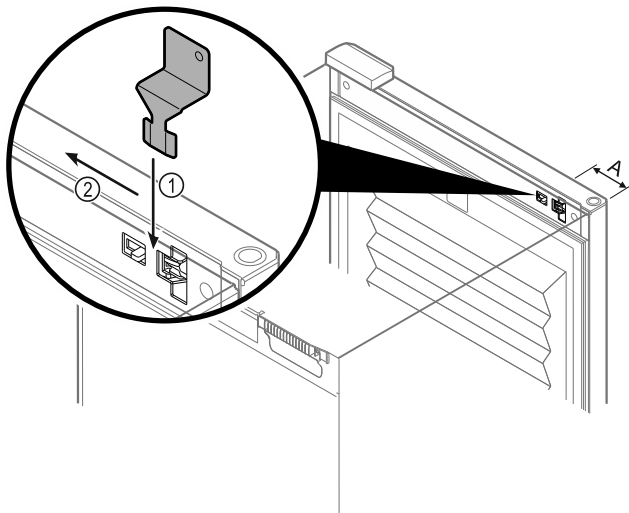

Fig. 133
- ▶ Ključ za odklepanje v sili postavite na predvideno mesto Fig. 133 (A) ≈ 100 mm.
- ▶ Ključ za odklepanje v sili vstavite med vrata in korpus naprave z zgornje strani do konca Fig. 133 (1).
- ▶ Ključ za odklepanje v sili povlecite v smeri tečaja Fig. 133 (2).